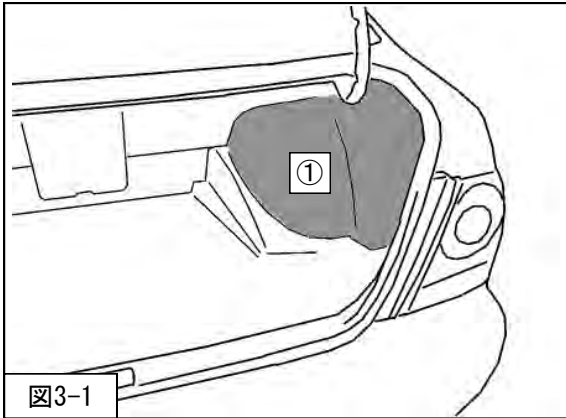

図3-1
1. ①トランクトリムサイドカバーを取外してください。(図3-1)